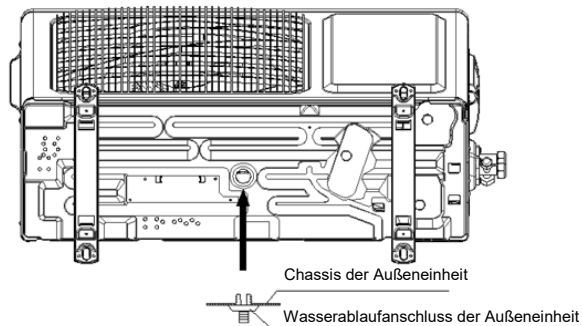

Abb. 5-3: Wasserablaufanschluss
- Kondensatableitung aus der Außeneinheit: Rasten Sie den Ablaufnippel in der mittig im Chassis der Außeneinheit angeordneten Ablauföffnung ein, wie in Abb. 5-3 gezeigt, und prüfen Sie ihn auf Dichtigkeit und verlässliche Befestigung. Dann schließen Sie den Ablaufschlauch am Ablaufnippel an, und führen Sie den Schlauch zu einem geeigneten Wasserablass.